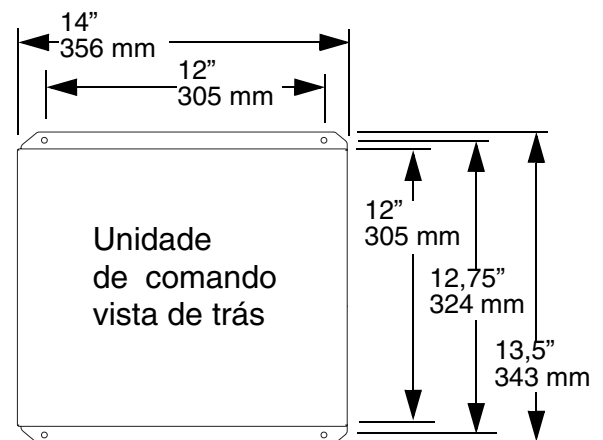

FIG. 6
- Selecione um local para a unidade de comando PrecisionFlo LT que possua o espaço adequado para a instalação, manutenção e utilização do equipamento. Consulte a FIG. 6.